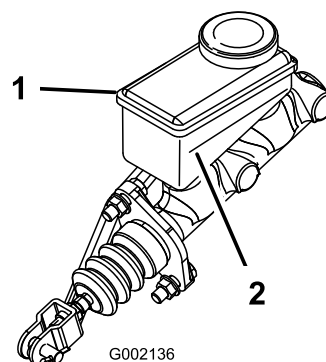

Figura 67
5. Mire el nivel de aceite en el lateral del depósito (Figura 67).
- B. Añada líquido de frenos DOT 3 al depósito hasta que el nivel esté por encima de la línea Mínimo (Figura 67).